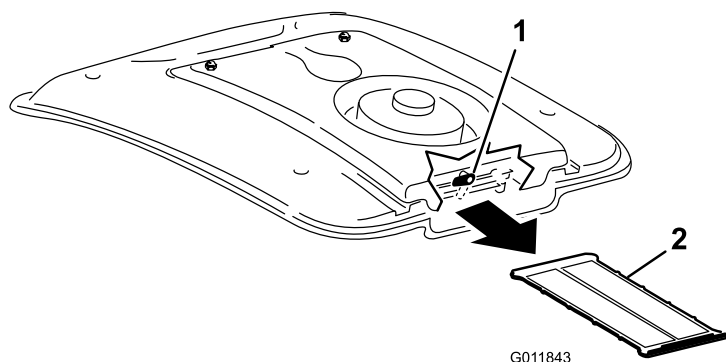

図 74
2. ファン・マウントの後部についているラッチを上回して横向きにする（図 74）。
3. エアコン・コイルからスクリーンを引き出す（図 74）。
4. スクリーンを圧縮空気ですていねいに洗浄する（図 74）。